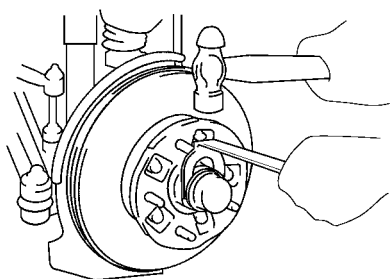

图 14-52 拆下润滑脂帽、开口销、锁帽和锁紧螺母
1) 拆下润滑脂帽, 然后再拆下开口销、锁帽和锁紧螺母, 如图 14-52 所示。